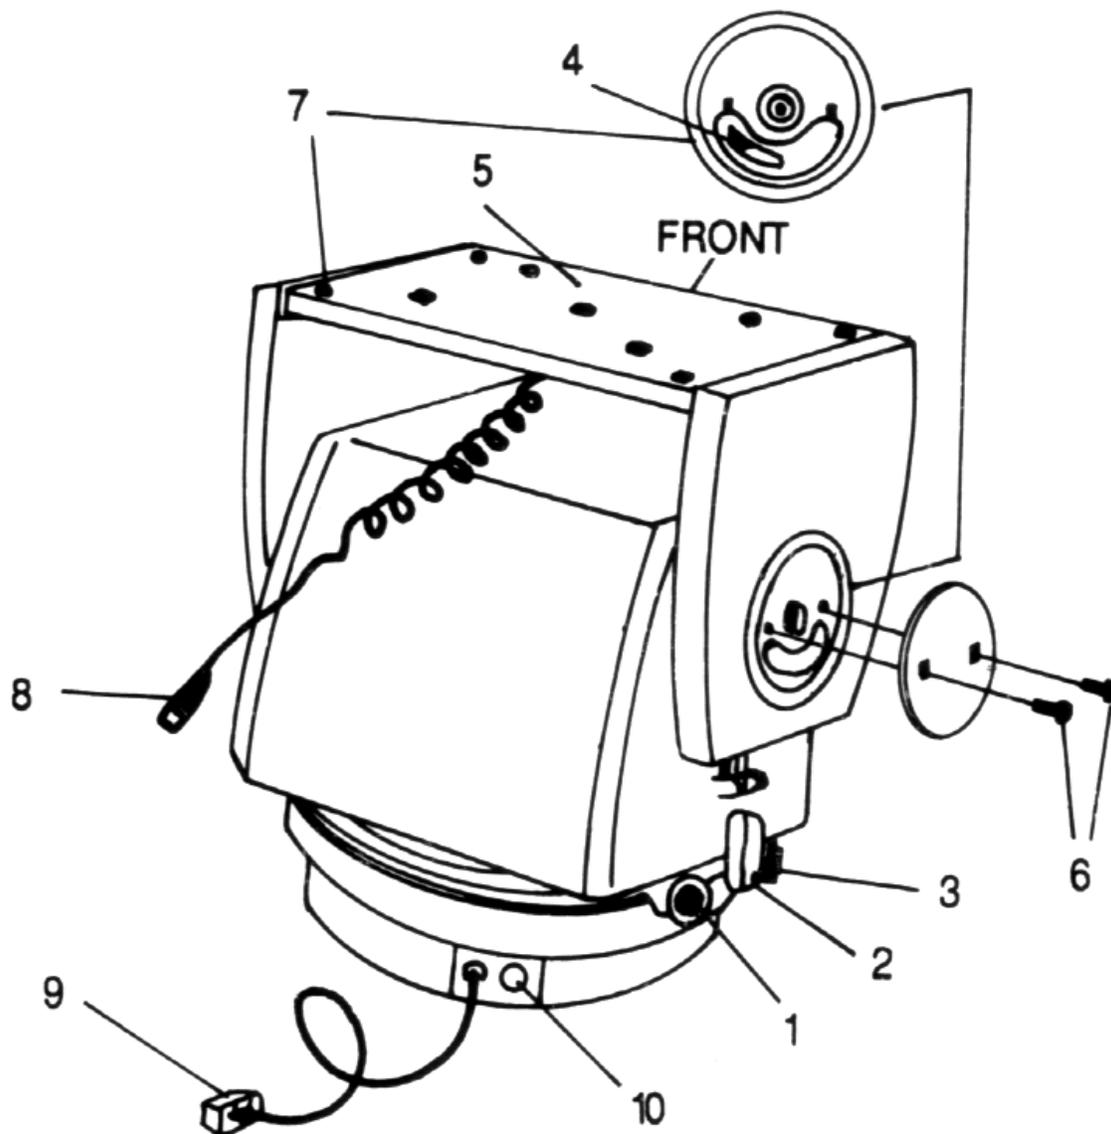

Figure 2
2. Pour régler les arrêts de balayage horizontal (voir Figure 2), desserrez les vis fixant les deux arrêts (1) et (3) au dispositif. Glissez les arrêts autour du dispositif jusqu'aux endroits souhaités et fixez-le en resserrant les vis.
3. Pour régler les arrêts de balayage vertical (voir Figure 2) situés à chaque extrémité du plateau, retirez deux vis fixant chaque protection au dispositif. Desserrez et réglez les vis d'arrêt du balayage vertical jusqu'à la limite d'inclinaison souhaitée. Serrez les vis d'arrêt et remplacez les protections sur le dispositif. Fixez au moyen de deux vis.